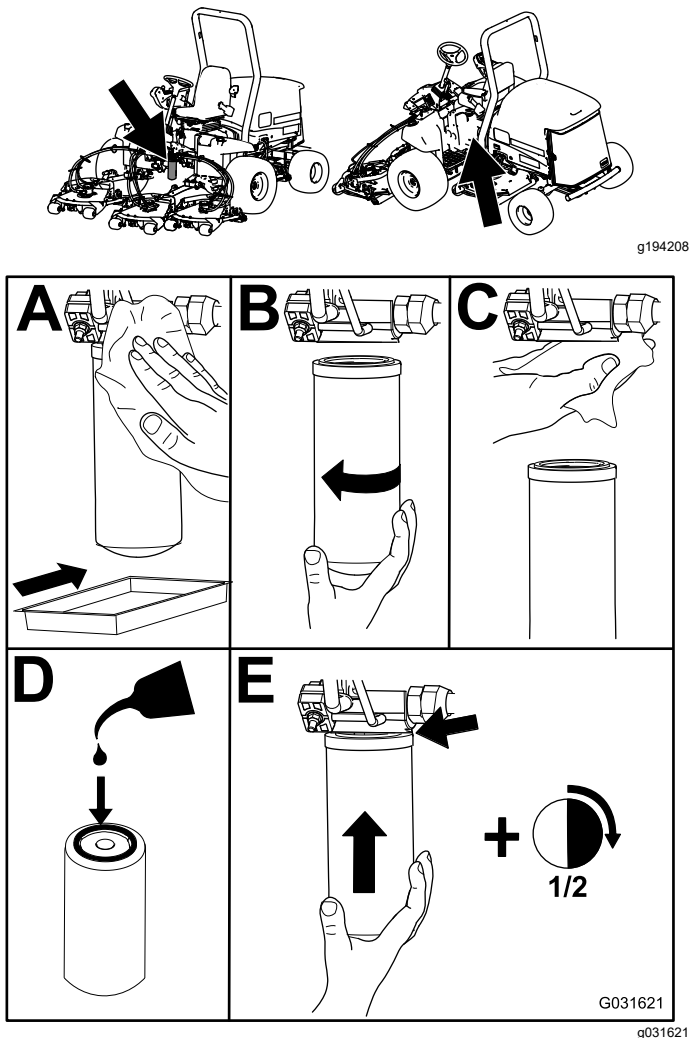

Рисунок 62
2. Замените оба гидравлических фильтра (Рисунок 62).